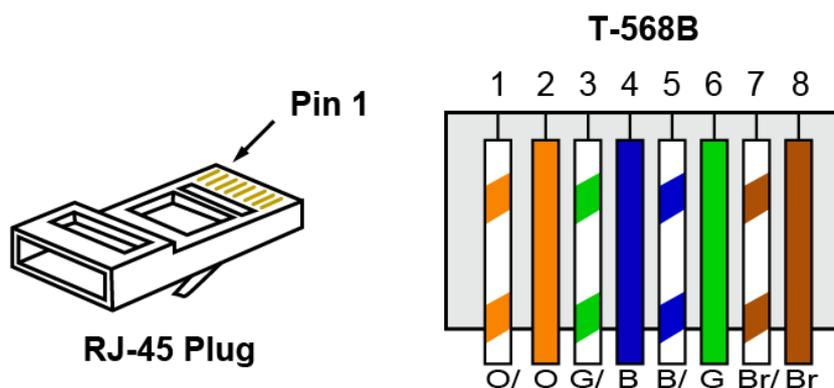

Figura 17: Schema dei fili
2) Tagliare un tratto di cavo di lunghezza appropriata. Intestare le due estremità del cavo sulla base delle indicazioni della tabella seguente, inserire gli 8 fili di diverso colore nel connettore, come indicato in figura 17 o come in tabella sotto riportata.